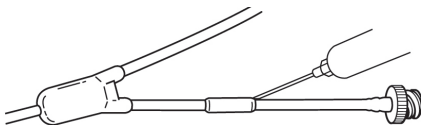

Fig. 16
7. Iniettare adesivo in entrambe le estremità del manicotto. (Fig. 16) Rimuovere l'adesivo in eccesso.